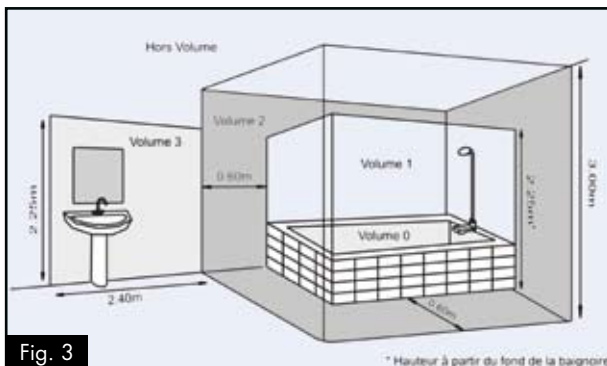

Fig. 3
■ L'appareil peut être installé dans le volume 2 ou 3 des salles d'eau. Fig. 3